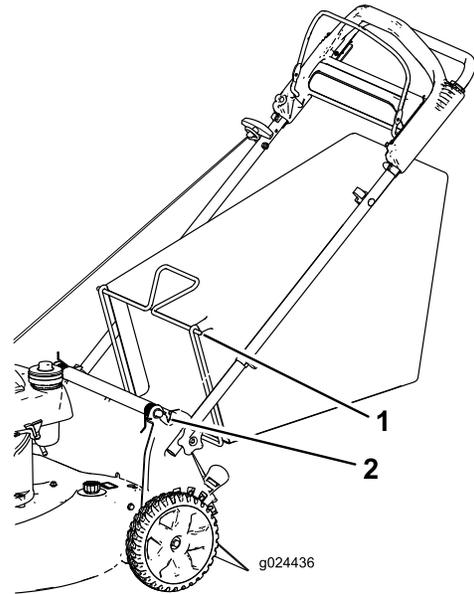

Figura 16
2. Instale la bolsa de recogida, asegurándose de que los pasadores de la bolsa descansan en las muescas del manillar (Figura 16).